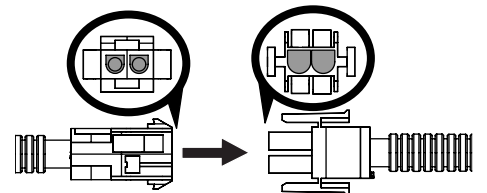

Figura 2-4
7. Conecte el mazo de cables del faro/cableado de 12 V al arnés principal. Asegúrese de que los conectores en D se alineen correctamente. Consulte la Figura 2-4.